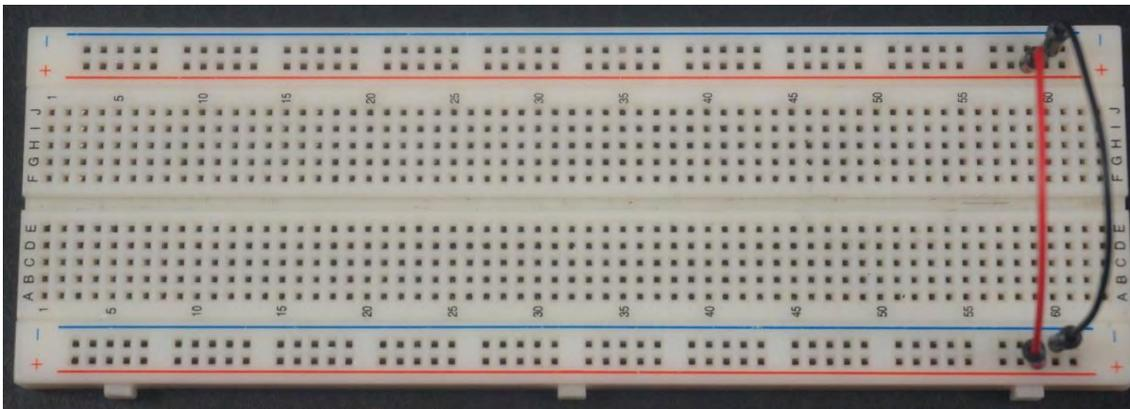

Figura E.14. Puenteo entre terminales.
- g. Si se ocupan ambos lados para polarizar solo tenemos que hacer un puente entre ellos (figura E.14).